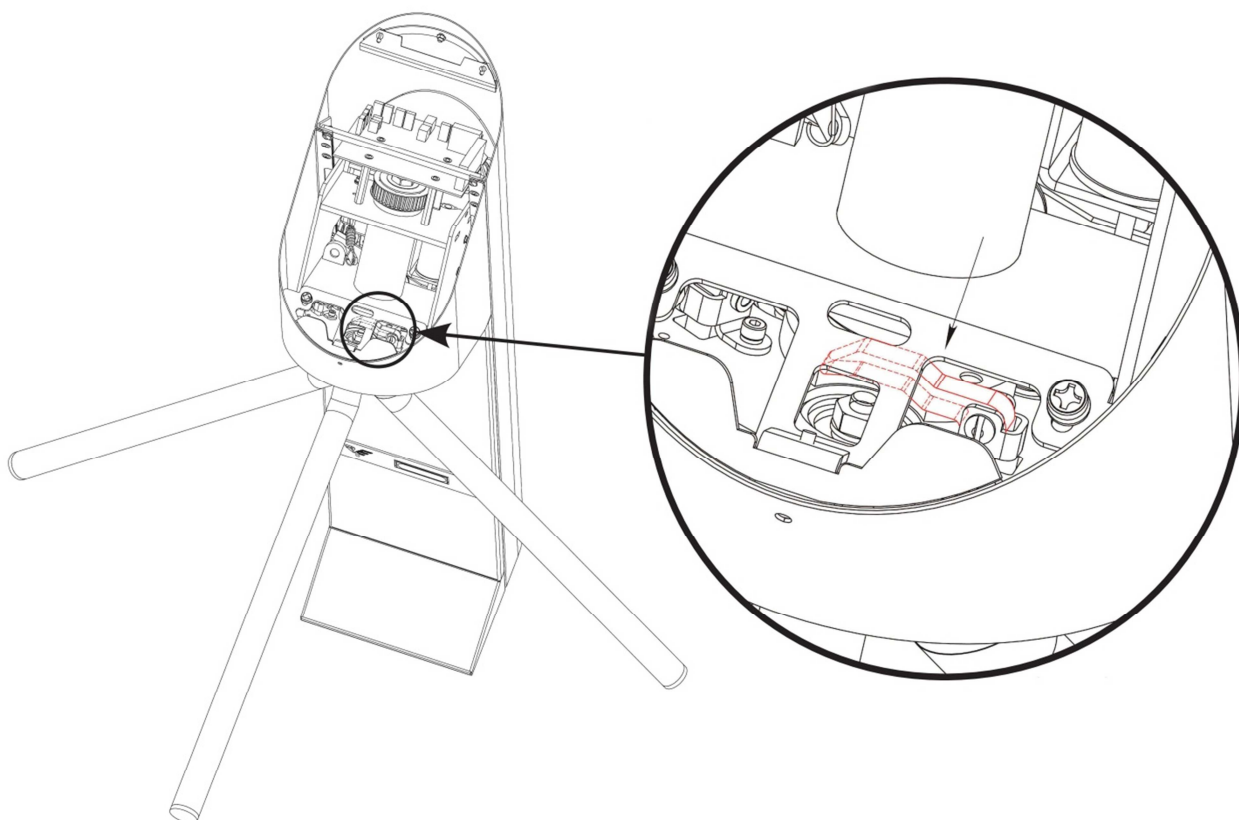
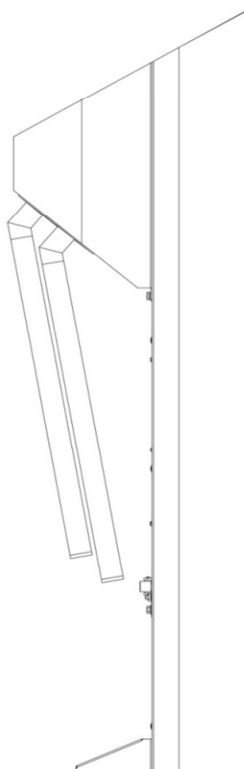

Рис. 6
Рис. 7
3.4. Далее необходимо сложить планки турникета. Для этого плавно нажмите на кулачок фиксации планок в направлении, показанном на рис. 6. Планка должна свободно вращаться вокруг короткой оси. Аналогичным образом сложите вторую планку, провернув диск. Результат изображен на рис. 7.